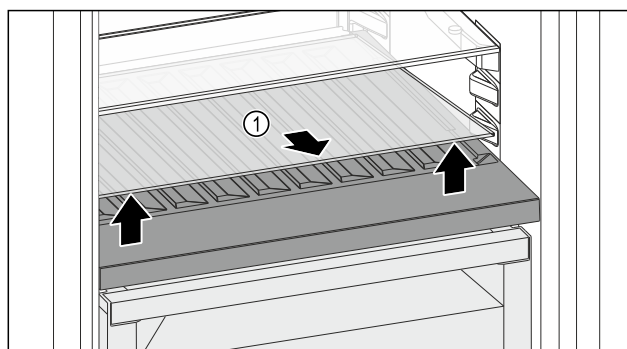

Fig. 113
- ▶ Dvignite stekleno ploščo Fig. 113 (1) pri odprtini spredaj in jo odstranite.
- ▶ Stekleno ploščo Fig. 113 (1) varno shranite zunaj naprave.